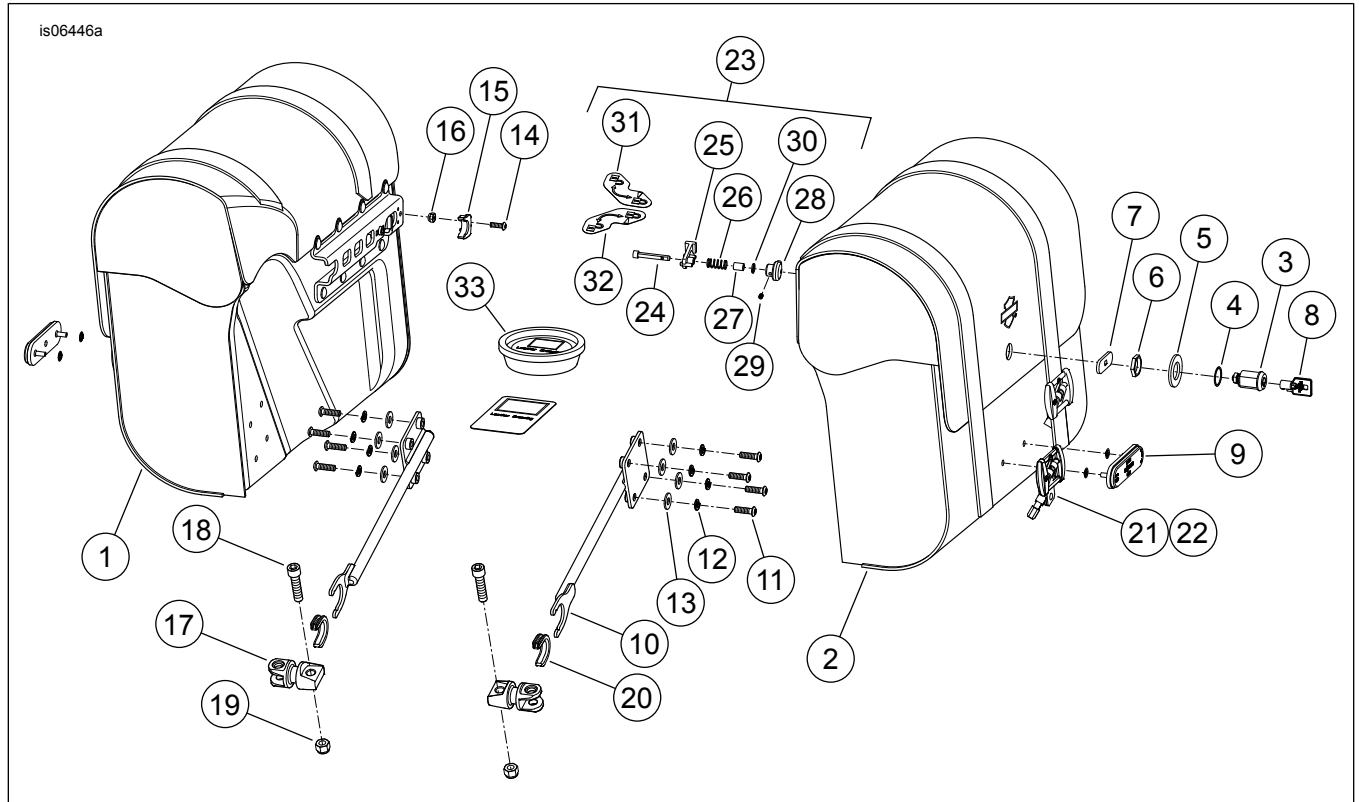

Abbildung 8. Ersatzteile: Abnehmbare XL-Satteltaschensätze
4. Den hinteren Befestigungs-Adapter (1) mit der Schraube (2) und Mutter (3) befestigen. Sicher anziehen.
5. Siehe Abbildung 8 und Tabelle 1. Die Satteltaschenstützarme mit den montierten U-Clips (10 und 20), Schrauben (11), flachen Unterlegscheiben (13) und Sicherungsscheiben (12) bereitlegen.
- Siehe Abbildung 8 und Tabelle 1. Die Schlossteile 3 bis 7 aus dem Satz nehmen.